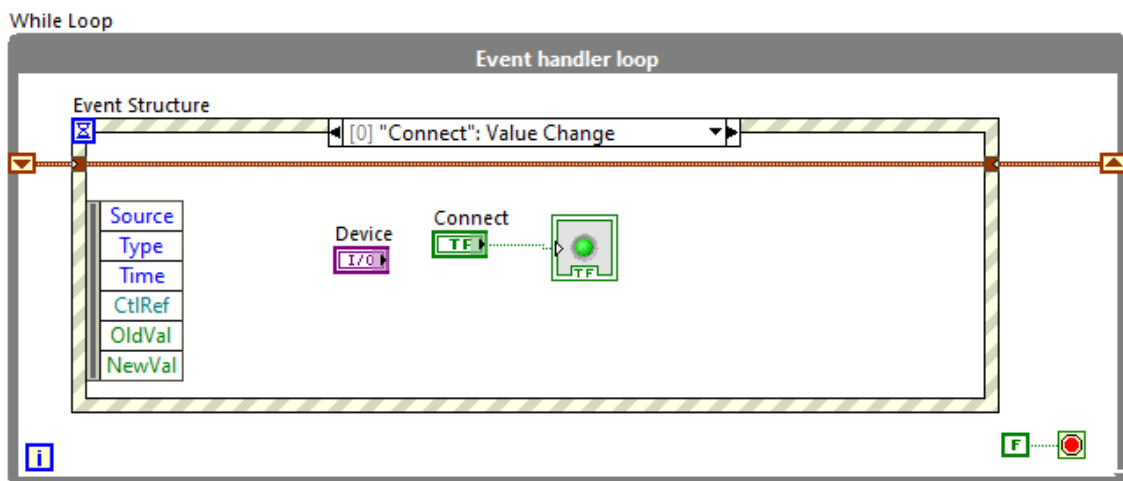

Figura 2.2 Bloc diagram del programa principal i esdeveniment Connect.
El bloc diagram (figura 2.2) estarà basat en un While Loop on dintre hi haurà un Event Structure. Es disposarà de tres esdeveniments.
- El botó Connect activarà el primer esdeveniment (figura 2.2) i s'haurà d'encendre el LED.